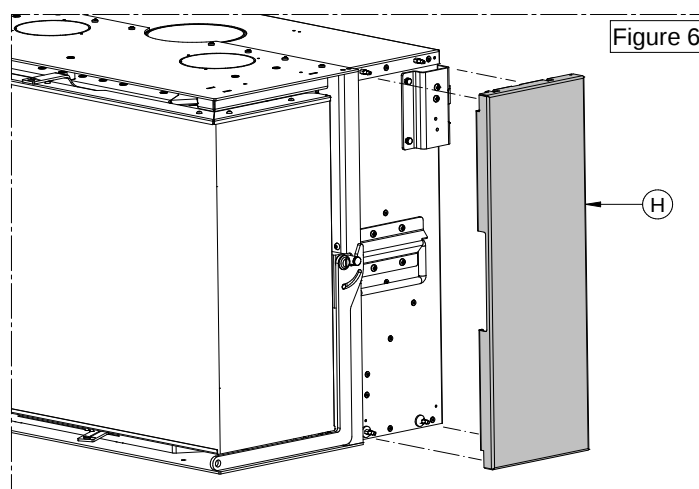

Figure 6
- 6) Encliqueter des deux côtés les panneaux latéraux (H) dans les goupilles précédemment installées, voir Figure 6.
- 6) Assembler le composant (XB) à l'aide des vis (XA), voir Figure 6. Procéder au remontage de tous les composants sur le côté opposé.